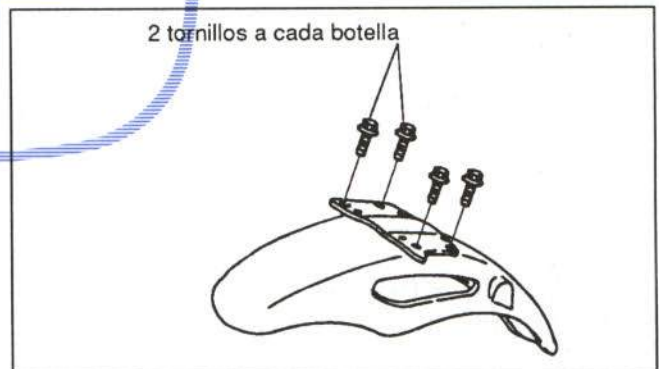

Figura 19.- Fijación del guardabarros delantero
Va unido mediante cuatro tornillos a la cúpula (figura 19).
- Guardabarros delantero (figura 19)